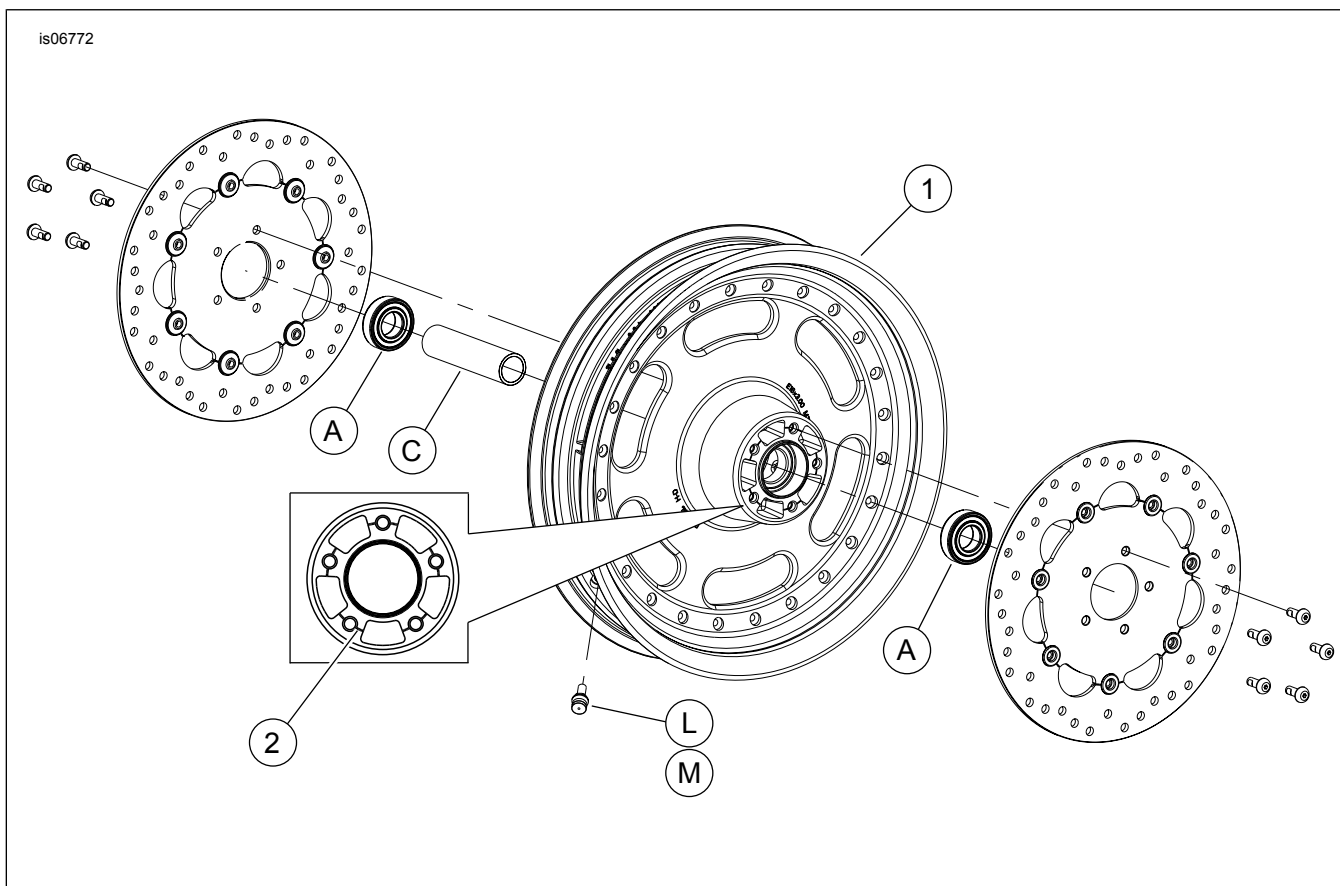

Figure 1. Pièces de rechange : Roue avant tronquée Fat Bob
2. Voir Figure 1. Installer l'ensemble de tige de valve (L) sur la roue. Se reporter au manuel d'entretien.